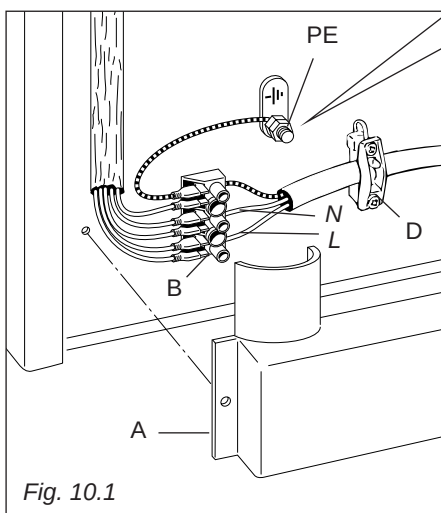
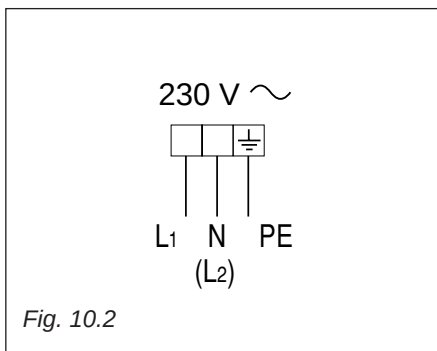

Fig. 10.1
Fig. 10.2
- Dévissez les vis de fixation de la protection "A" située derrière la cuisinière (fig. 10.1).
- Placez le câble d'alimentation à travers du collier de serrage "D" (fig. 10.1).
- Reliez les fils à la borne serre-fils "B" comme illustré dans le schéma de la figure 10.2; ou reliez les fils de phase à la borne serre-fils "B" et le fil de terre sur la borne PE (fig. 10.1).